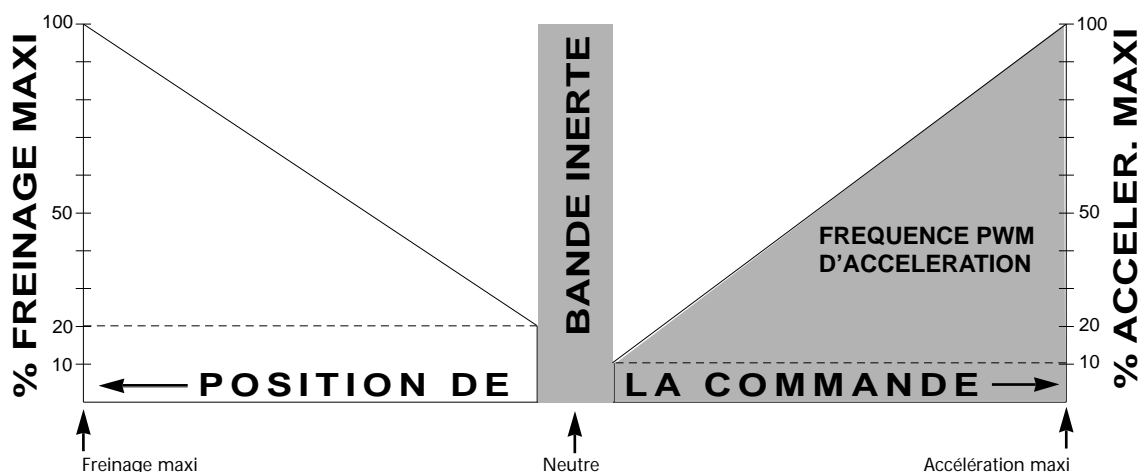

Figure 3 : Localisation graphique de la partie affectée par la fréquence d'accélération "PWM".
- La fréquence d'accélération "PWM" contrôle les caractéristiques d'accélération du véhicule en fonction du déplacement de la commande émetteur vers la position "plein gaz" (Figure 3). En changeant cette fréquence on change la façon dont le véhicule répond aux ordres de l'émetteur.